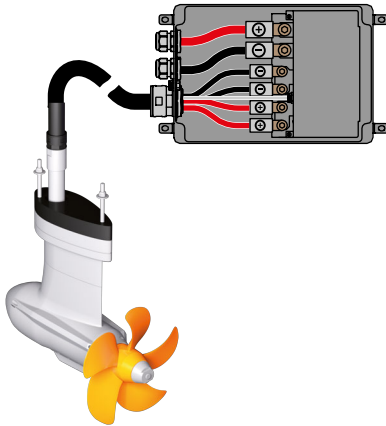

Fig. 11: Kabeldragning elektronikbox
1. Lossa skruvarna (1) på elektronikboxen för att kunna öppna den.
4. Anslut batterikablarna till de markerade polerna (röd = + och svart = -; 10 Nm), se "Fig. 11: Kabeldragning elektronikbox".
5. Anslut motorkabeln till anslutningen för motorstyrningen (6).